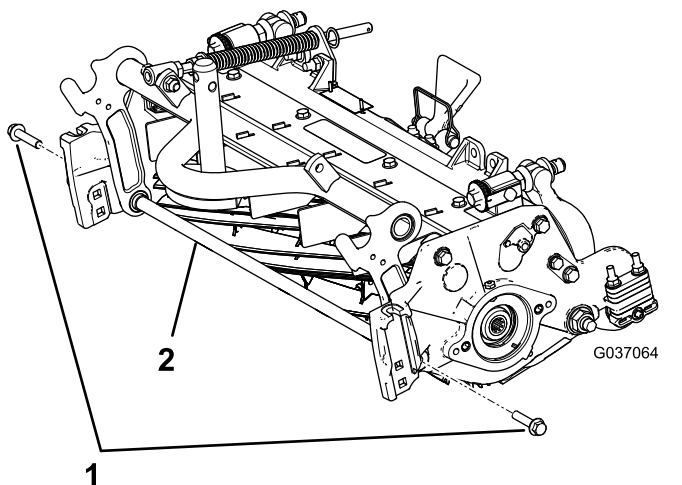

Figura 5
- A. Rimuovete i 2 bulloni a testa flangiata che fissano l'asta di sostegno e rimuovete l'asta di sostegno (Figura 5).